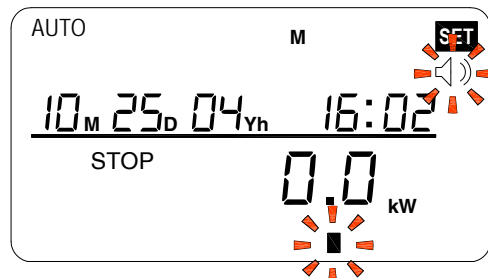

Abbildung 20
2. Halten Sie  für 3 Sekunden gedrückt. **SET** mit blinkendem Warntonindikator und Timerblock erscheinen, siehe Abbildung 20.